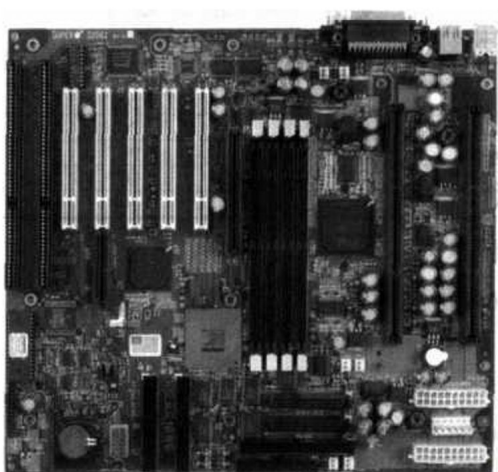

图 1.1.1 Baby AT 主板
(1) AT 主板：该主板首先是应用在 IBM PC 机上的，在家用组装电脑上流行后，最终发展为 Baby AT 结构（见图 1.1.1）。相对以前的 AT 主板来说，后者有新的改进，增大了主板面积，而且整个元器件的布局也更合理、更紧凑，还同时支持 AT/ATX 电源。